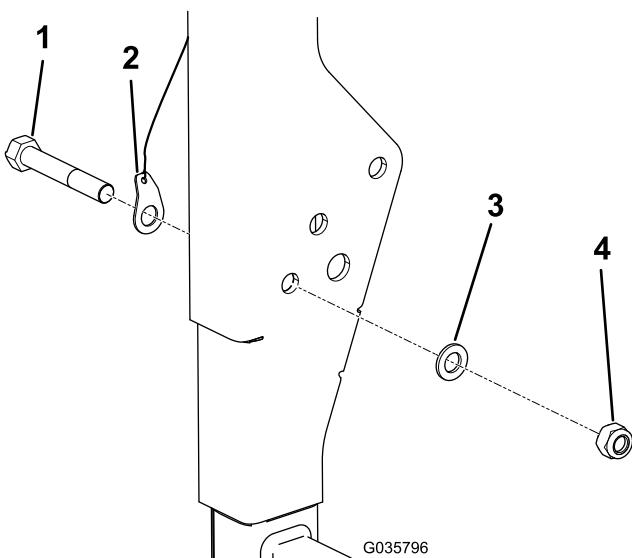

Bild 1
2. Entfernen Sie die Mutter, Schraube und Scheibe vom Überrollschatz an derselben Seite des Überrollschatzes, an der Sie das Kit installieren, und werfen Sie die Mutter und Schraube weg, siehe Bild 1.